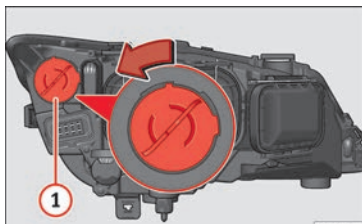

Fig. 104 Lámpara de luz de día.
- Gire el portalámparas **»» fig. 104 ①** a la izquierda y tire.